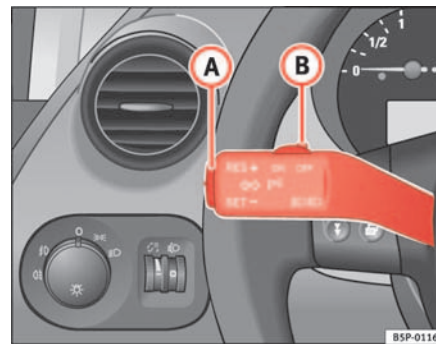

Fig. 141 Alavanca dos indicadores de direcção e máximos: comando e botão basculante para o regulador de velocidade
- Premir brevemente a parte inferior do interruptor basculante uma vez, quando tiver sido atingida a velocidade que se pretende memorizar **SET** ⇒ fig. 141 **A** uma vez.